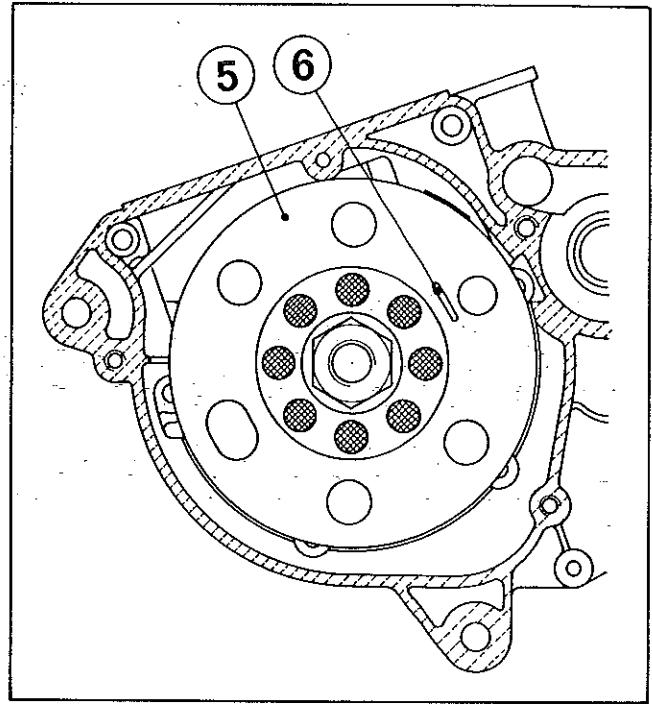

FIG. I24 - MAGNETO
4. Montar o volante (5) (prestar atenção para que a chave do eixo entre no entalhe), zerar o relógio no PMS e introduzir a ferramenta (6) (7015.099.013.00.6) no furo apropriado. Girar o volante até que a ferramenta (6) coincida com o furo no magneto. Após, posicione o conjunto a  $1,78 \pm 0,06$  APMS. Veja a figura I24.